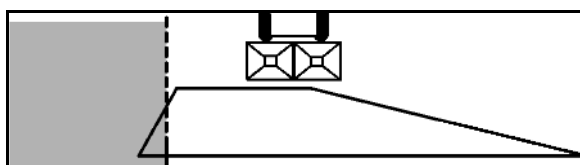

Fig. 72
1. Det gør du ved at løsne grebet (Fig. 72/1).